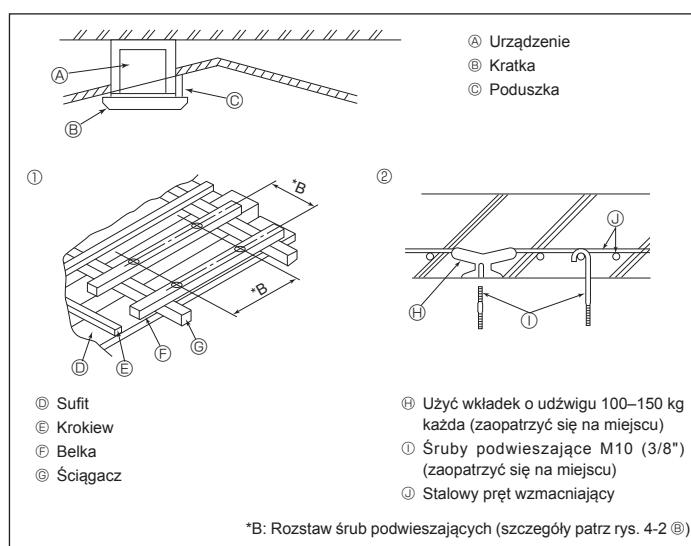

Rys. 4-2
⑤	Gniazdo spustowe	1
⑥	Izolacja	1
4.2. Położenie otworów w suficie i instalacja śrub podwieszających (rys. 4-2)
- (1) Zakres usuwania sufitu: Sufit musi być dokładnie poziomy, a podbudowa sufitu (rama: drewniane listwy i uchwyty listew) musi zostać wzmocniona w celu ochrony stropu przed drganiem.
- (2) Wyciąć i usunąć podbudową sufitu.
- (3) Wzmocnić końce podbudowy sufitu w miejscach przecięcia i dodać podbudowę sufitu w celu zamocowania płyty sufitowej.
- (4) Podczas instalacji urządzenia na nachylonym suficie należy zablokować poduszkę między sufitem a kratką i ustawić ją tak, aby urządzenie zostało zainstalowane poziomo.
- ① Konstrukcje drewniane
*B: Rozstaw śrub podwieszających (szczegóły patrz rys. 4-2 Ⓛ)
② Konstrukcje żelbetowe